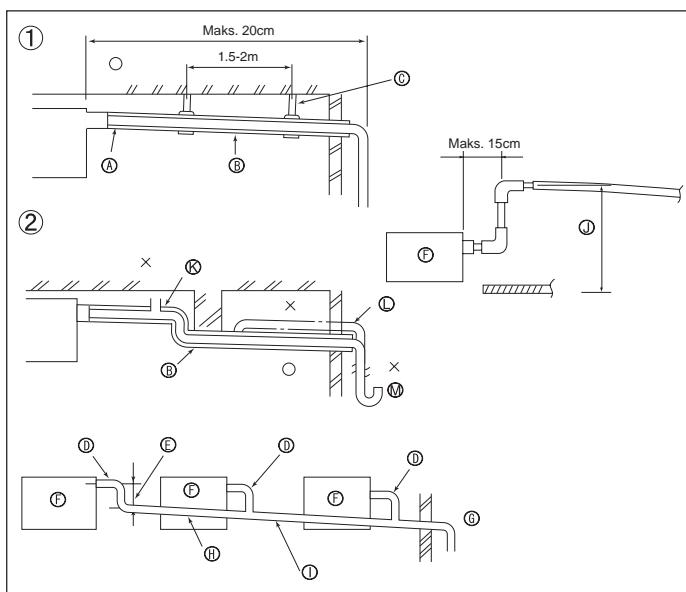

Fig. 5-1
5.1. Drenaj Tesisatı İşleri (Fig. 5-1)
① Doğru boru tesisatı	② Yanlış boru tesisatı	③ Metal destek
④ Aşağıya doğru meyil (1/100 veya daha fazla)	⑤ Hava boşaltma musluğu	⑥ Çıkış borusu
⑦ İzolasyon (9 mm veya daha fazla)	⑧ Aşağıya doğru meyil (1/100 veya daha fazla)	⑨ Sifon
⑩ Mükemmel tesisat için O.D. Ø38 PVC boru. (9 mm veya daha fazla izolasyon)	⑪ 85 cm'ye kadar boru kullanınız	⑫ PVC boru, O.D. Ø32